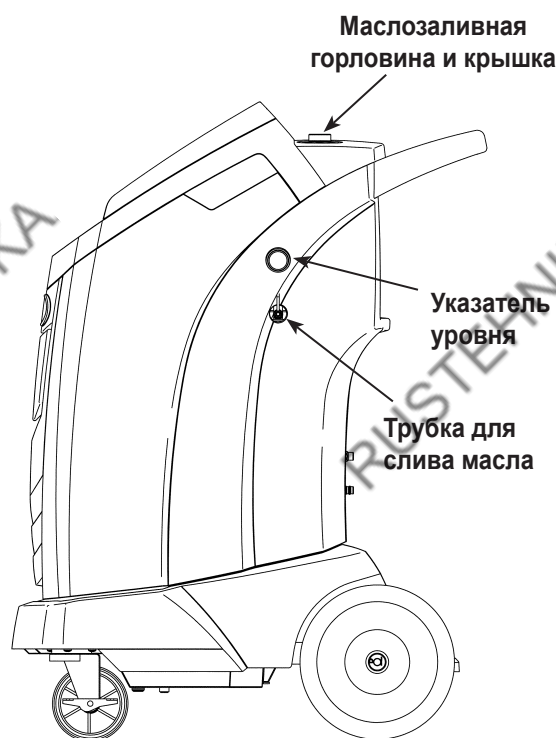

Рисунок 14
3. **МЕДЛЕННО** открыть крышку заливной горловины для масла, чтобы удостовериться в отсутствии давления в установке. Затем аккуратно снять крышку. См. рисунок 14.